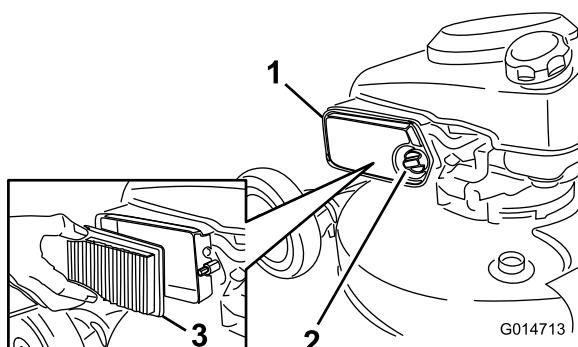

Figure 16
- Dévissez et ouvrez le couvercle du filtre à air (Figure 16).